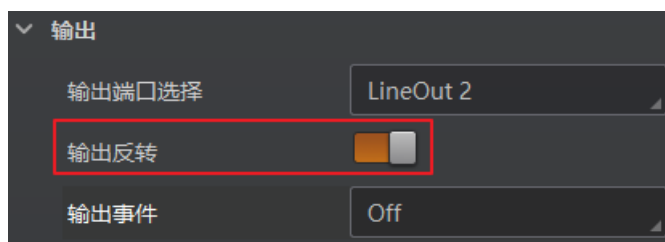

图4-73 输出反转
4. 若需要设备输出与此刻相反的信号，则启用输出反转功能，如图 4-73 所示。